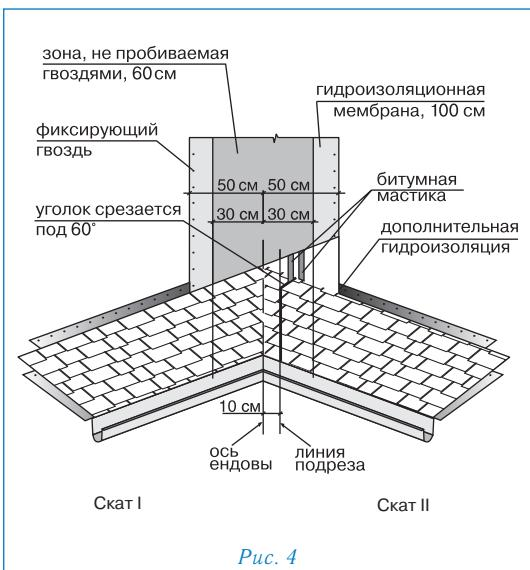

Рис. 4
### Ендова (рис. 4)
- лист, подходящий к ендove со ската II, должен доходить до линии подрезки и обрезаться по ней. Верхний уголок обрезанного края листа подрезается под углом 60° (53 см — рис. 4);